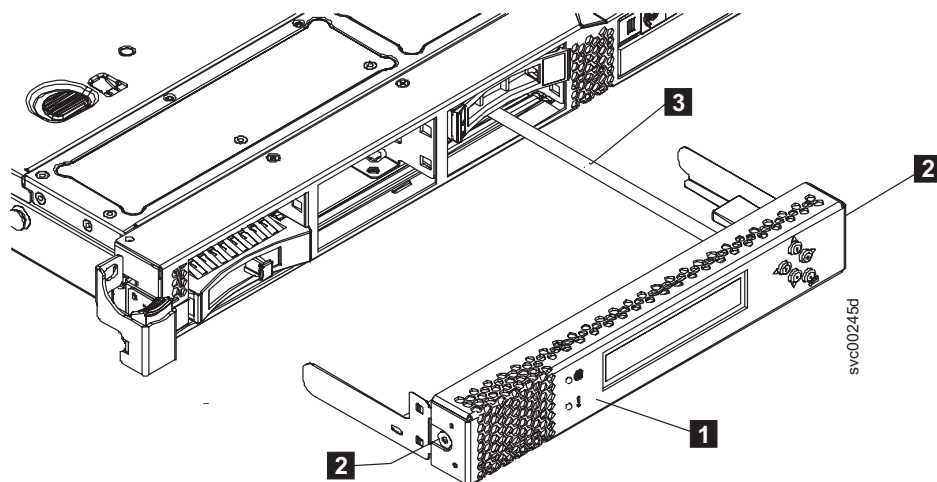

図 113. USB ケーブルが取り付けられた SAN ボリューム・コントローラー 2145-CF8 のサービス・コントローラー
5. サービス・コントローラー (151 ページの図 113 の **1**) が所定の位置にある場合、サービス・コントローラー・アセンブリの各側面にある解放ボタン (**2**) を押して、サービス・コントローラーをノードから解放します。ただし、USB サービス・コントローラー・ケーブルは切り離さないでください。サービス・コントローラーをスライドさせてノードから取り出し、どこか安全な場所で支えておくか (可能な場合)、あるいはサービス・コントローラーをサービス・コントローラー・ケーブルからそっと吊り下げてください。